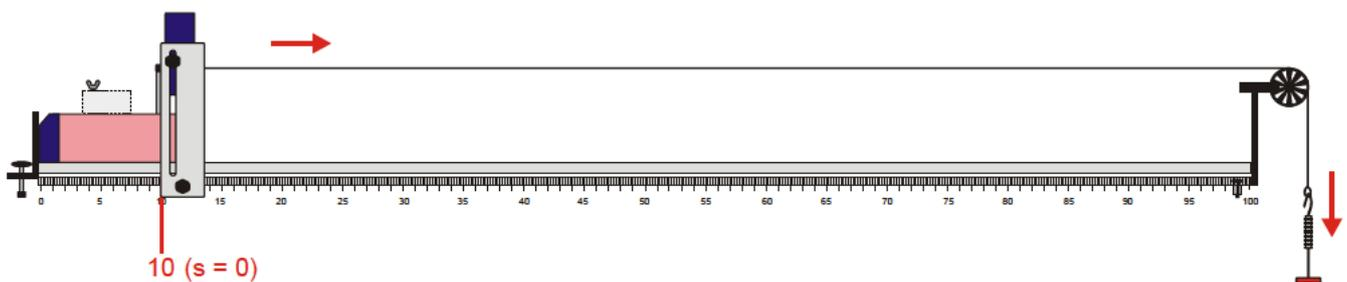

Fig. 1: Posición de arranque del carro sobre el carril de ruedas
- Se monta el experimento de acuerdo con la Fig. 1.